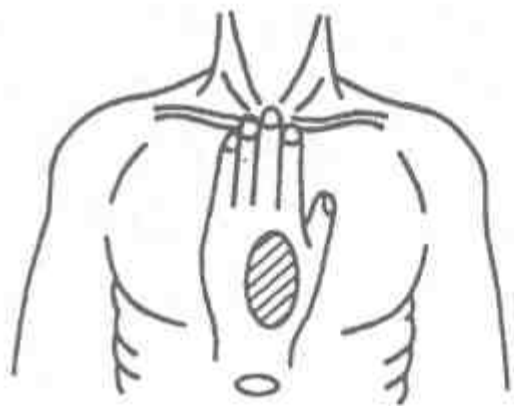

图3-26 正确压点
(1) 使触电人仰卧，与吹气法要求相同。
(2) 首先选好正确的压点，如图3-26所示。救护人应跨跪在触电人的腹部两侧，两手交叉相叠，把下边一只手的掌根放在触电人的胸骨上。掌根离胸骨下端的距离，大约是胸骨全长的 $\frac{1}{3}$ （注意用手掌根压胸骨，不能用掌根和手掌同时压肋骨，防止肋骨压断，尤其对年纪、体形不同的人，用力适宜，以防过猛。也不能压胸骨下端处，防止引起肝破裂等并发症）。